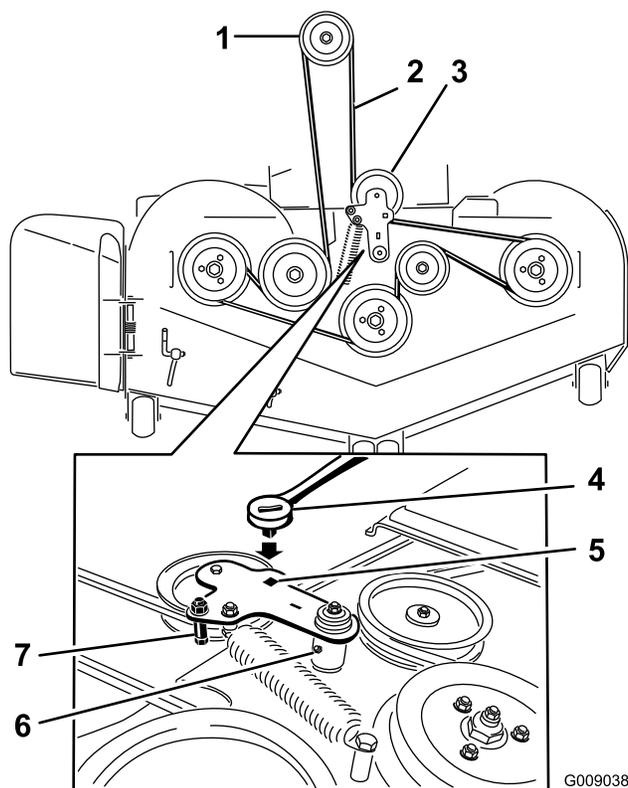

Figure 80
5. Insérez un rochet dans le trou carré du bras de renvoi pour détendre le ressort de la poulie de tension (Figure 80).
7. Enlevez le guide de courroie situé sur le bras de renvoi rappelé par ressort ; voir Figure 80.
9. Acheminez la courroie neuve autour des poulies du plateau de coupe et de la poulie d'embrayage, sous le moteur (Figure 80).
10. Montez le guide de courroie sur le bras de renvoi ; voir Figure 80.
11. Insérez le rochet dans le trou carré et montez le ressort de la poulie de tension (Figure 80).